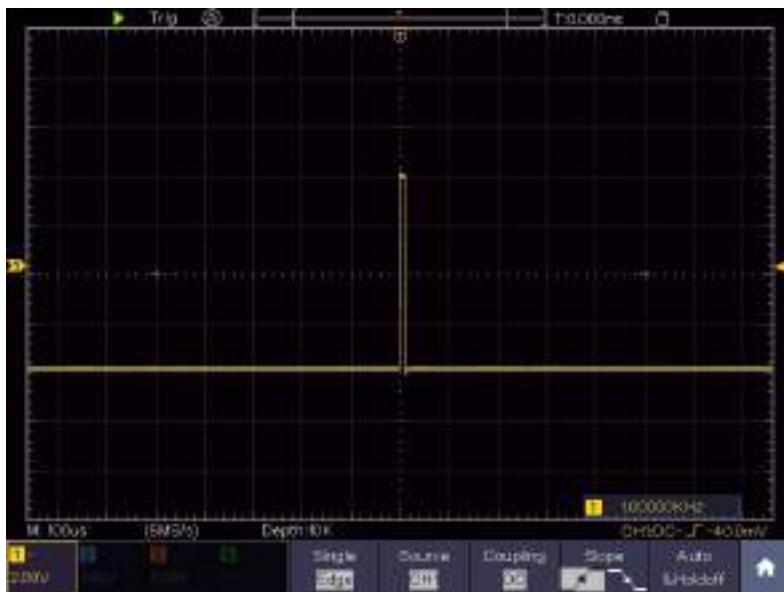

Рисунок 9-3 Захват одиночного сигнала
- Проверьте индикатор состояния триггера в верхней части экрана, если он не готов, нажмите кнопку Run/Stop – начнется сбор данных, дождитесь срабатывания триггера. Если сигнал достигает заданного уровня триггера, будет произведена одна выборка, которая затем отобразится на экране. Используя этот подход, случайный импульс может быть легко захвачен. Например, если мы хотим найти выброс с высокой амплитудой, установите уровень триггера чуть более высоким, чем среднее значение уровня сигнала. Нажмите кнопку Run/Stop и дождитесь триггера. Как только произойдет выброс, инструмент автоматически сработает и запишет форму сигнала вблизи точки запуска. Повернув ручку «Горизонтальное положение» в горизонтальной области управления на панели, вы можете изменить положение горизонтального срабатывания, чтобы получить отрицательную задержку, что облегчает наблюдение за формой сигнала до появления выброса (см. Рисунок 9-3).